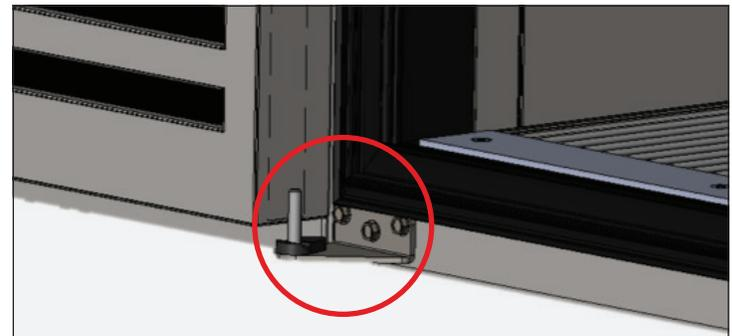

Fig. 3. Levante la puerta de la bisagra inferior.
3. Retire el conjunto de la bisagra inferior del gabinete. Véase la fig. 3.